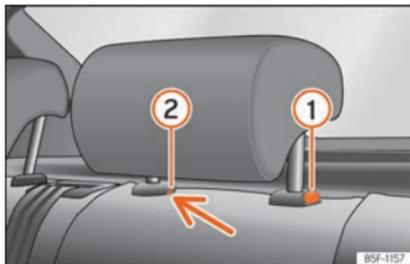

Fig. 121 Encostos de cabeça traseiros: desmontagem.
- Pressione o botão » » Fig. 121 ①, pressionando ao mesmo tempo através do orifício da trava de segurança ② com uma chave de fendas plana com um máximo de 5 mm de largura e retire o encosto de cabeça.